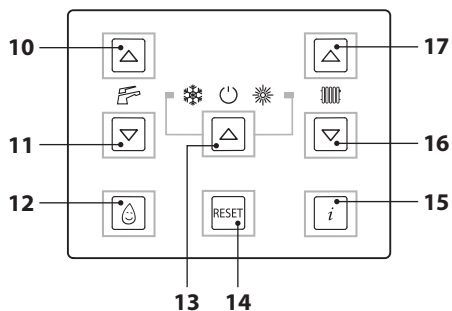
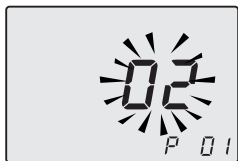
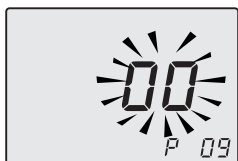
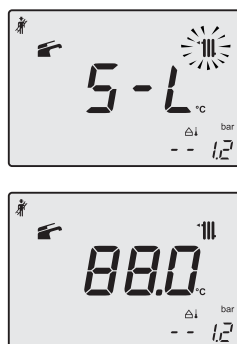

Рисунок 7.2
Рисунок 7.3
Рисунок 7.4
Рисунок 7.15
- Войдите в "режим программирования", нажав одновременно и удерживая в течение 10 секунд кнопки 13-16-17 (Рисунок 7.2) до появления на ЖК дисплее кода **P01** и значения параметра, которые указывают на вход в "параметр 01" (Рисунок 7.3).
- Нажмите кнопку 16 или 17 (Рисунок 7.2) для просмотра параметров и найдите параметр **P09** ("трубочист") (Рисунок 7.4).
- Нажмите одновременно кнопки 13 и 17, чтобы появилось значение **00** (режим "трубочист" отключен) (Рисунок 7.4). При помощи кнопки 16 или 17 измените значение на **01** (режим "трубочист" активирован при минимальной температуре отопления) и нажмите для подтверждения кнопку 13. На дисплее появится символ **LP**, сменяющийся значением минимальной температуры горячего водоснабжения (Рисунок 7.5).
- При помощи кнопки 16 или 17 (Рисунок 7.2) измените состояние на **dP** (режим "трубочист" активирован при максимальной температуре горячего водоснабжения) и нажмите для подтверждения кнопку 13. На дисплее появится символ **dP**, сменяющийся значением максимальной температуры горячего водоснабжения.
- Нажмите кнопку 17 (Рисунок 7.2) для просмотра параметров и найдите параметр **P09** ("трубочист") (Рисунок 7.4).
- Увеличьте или уменьшите значение при помощи кнопки 17 или 16 (Рисунок 7.2). Подождите 3 минуты, пока давление газа стабилизируется, после чего считайте значение на газовом манометре. **Помните, что во время калибровки максимума**
- Чтобы сохранить значение, нажмите кнопку 11 (Рисунок 7.2) и удерживайте ее в течение 1 секунды.
- Чтобы перейти к калибровке газового минимума, нажмите кнопку 10 (Рисунок 7.2). На дисплее появится символ **S-L**, сменяющийся параметром минимальной абсолютной мощности (Рисунок 7.15).
- Увеличьте или уменьшите значение при помощи кнопки 17 или 16 (Рисунок 7.2). Подождите 3 минуты, пока давление газа стабилизируется, после чего считайте значение на газовом манометре. **Помните, что при калибровке минимума нельзя вернуться к большему пропущенному значению.**
- Нажмите кнопку 10 (Рисунок 7.2), чтобы проверить установленное максимальное значение и, в случае необходимости, измените его, выполнив описанную выше
- Нажмите кнопку 10 (Рисунок 7.2), чтобы проверить установленное минимальное значение и, в случае необходимости, измените его, выполнив описанную выше процедуру.